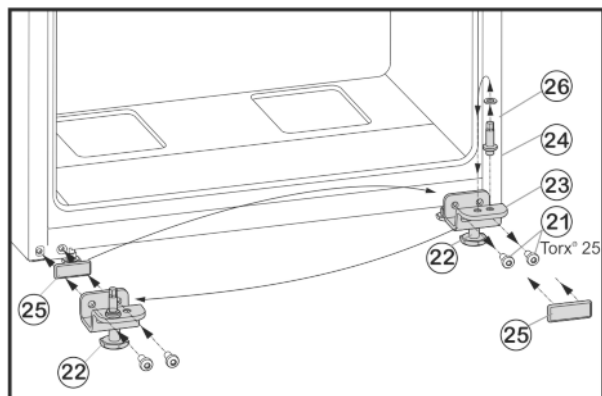

Fig. 8
- ▶ Dévisser les vis de fixation Fig. 8 (21).
- ▶ Retirer l'ensemble du support de palier inférieur Fig. 8 (23) avec le boulon de palier Fig. 8 (24), la rondelle Fig. 8 (26) et le pied de réglage Fig. 8 (22).
- ▶ Dévisser l'ensemble du boulon de palier Fig. 8 (24) avec la rondelle Fig. 8 (26), déplacer le tout dans le trou de préhension du côté opposé du support de palier et revisser fermement.
- ▶ Retirer avec précaution la plaque de recouvrement Fig. 8 (25) et la déplacer du côté opposé.
- ▶ Revisser l'ensemble du support de palier inférieur Fig. 8 (23) avec le boulon de palier Fig. 8 (24), la rondelle Fig. 8 (26) et le pied de réglage Fig. 8 (22) du côté de la nouvelle charnière, au besoin à l'aide d'une visseuse sans fil (en appliquant un couple de 4 Nm).
- ▶ Placer la porte à partir du haut sur le boulon de palier Fig. 8 (24).
- ▶ Dévisser le pied de réglage Fig. 8 (22) sur le support de palier inférieur Fig. 8 (23) jusqu'à ce qu'il repose au sol.